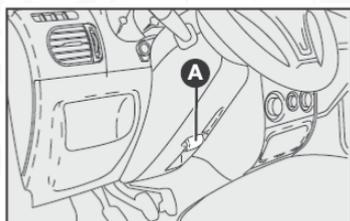
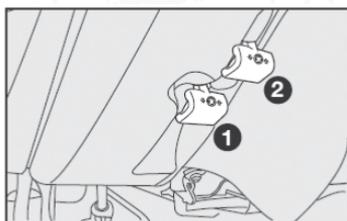

fig. 12
fig. 13
**VOLANTE - fig. 12 y 13**
1) Desplace la palanca A-fig. 12 hasta la posición 2-fig. 13.
3) Vuelva a poner la palanca en la posición 1-fig. 13 para trabar nuevamente el volante.